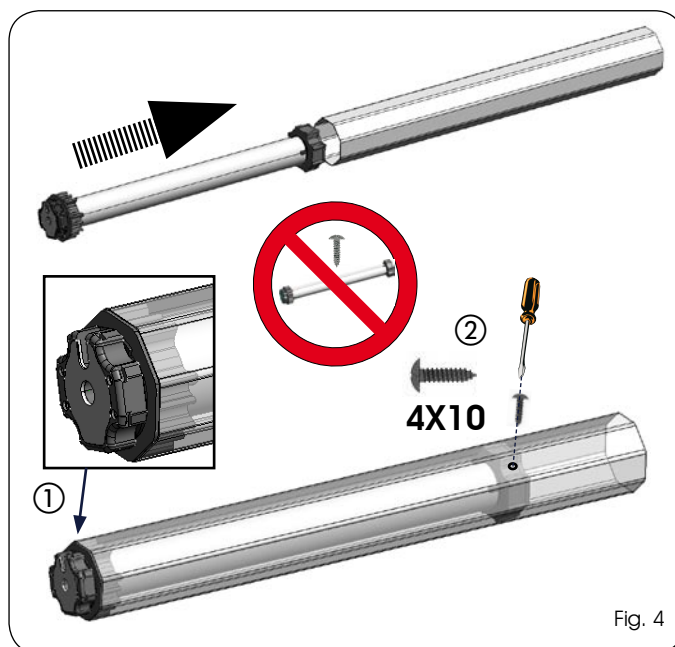

Fig. 4
- 3) Introduire le moteur tubulaire assemblé à l'intérieur du rouleau, du côté opposé à la calotte, jusqu'à ce que l'adaptateur à couronne soit complètement à l'intérieur du rouleau (Fig. 4 réf. ①).
- 4) Fixer l'adaptateur à roue au rouleau avec une vis autotaraudeuse 4x10 introduite dans le trou réalisé précédemment d'après la figure 4 réf. ②.